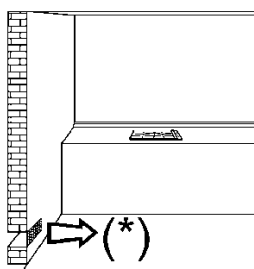
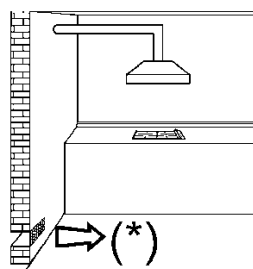
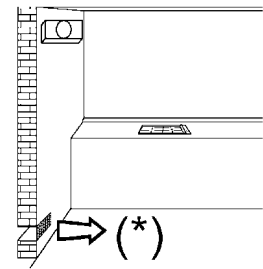

FIG. 3
FIG. 4
FIG. 5
- La utilización de un aparato de cocción de gas produce calor y humedad en el local donde está instalado. Por lo tanto, es necesario asegurar una buena aireación del local y mantener libres las aberturas de ventilación natural (fig. 3) y encender el dispositivo mecánico de aireación (campana extractora o ventilador eléctrico fig. 4 y fig. 5).
Es indispensable que el local donde esté instalado el equipo esté permanentemente ventilado para garantizar el correcto funcionamiento del mismo. La cantidad de aire necesaria es la utilizada para la combustión del gas y la ventilación de local. Su volumen no puede ser inferior a 20 m³. El aire tiene que entrar, de forma natural, directamente a través de una abertura fija realizada en las paredes del local a ventilar que dan hacia el externo con una sección mínima de 100 cm² (ver fig. 3).
Los aparatos de cocción de gas deben descargar siempre los productos de combustión mediante campanas de extracción conectadas a chimeneas, conductos para humo o directamente hacia el externo (ver fig. 4).
En caso de que no exista la posibilidad de instalar una campana de extracción, es posible utilizar un ventilador aplicándolo a una ventana o a una pared con salida al externo; el ventilador deberá funcionar simultáneamente con el equipo (ver fig. 5), a condición de que se respeten taxativamente las disposiciones sobre ventilación indicadas en las normas.